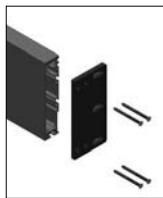

Abb. 47
- » Die Wandkonsole wird stirnseitig (Abb. 47) mit den Längsprofilen verschraubt. Hierfür sind die Schrauben aus dem Montagepäckchen „43001227 Montage BL-Endkappen Stütze“ zu verwenden